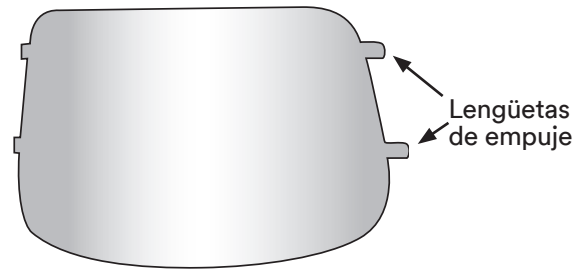

Fig. 12b
- b. Mientras observa la parte delantera del casco para soldar, empuje hacia fuera las lengüetas de la visera para amolado, que se ubican en el lado derecho, para quitar la visera transparente (Fig. 12b).